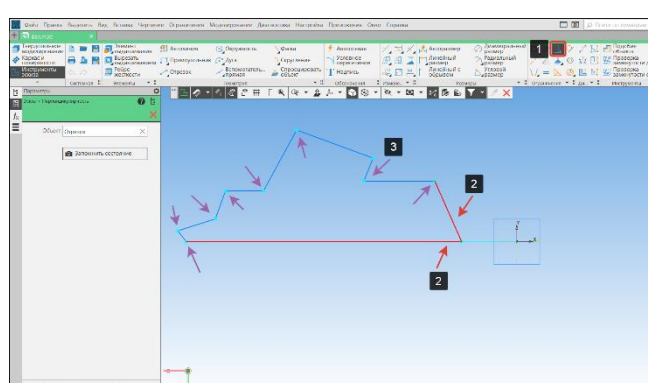

Рисунок 93 – Ограничение перпендикулярность
- Наложим ограничение перпендикулярность на углы эскиза. В панели ограничения выбран командой Перпендикулярность (1) (Рисунок 93);
- Выберем два отрезка (2) между которыми необходимо создать ограничение. Программа автоматически поставит отрезки под 90 градусов (перпендикулярно) (Рисунок 93);
- Наложим ограничение перпендикулярности для других отрезков (3) (Рисунок 93);